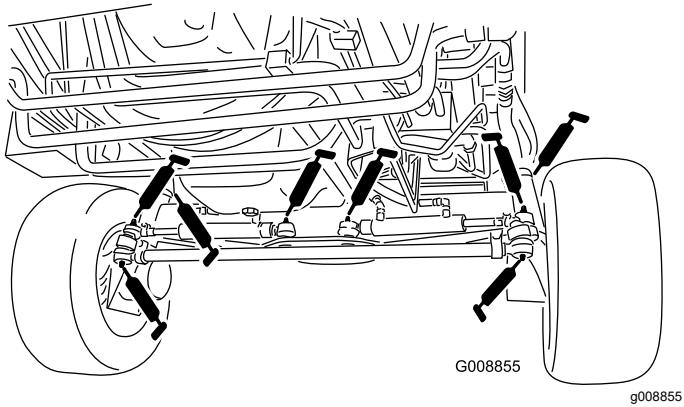

Bild 50
- 4 Lenkzylinder-Kugelgelenke (Bild 50)
- 2 Spurstangen-Kugelgelenke (Bild 50)
- 2 Achsschenkelbüchsen (Bild 50)